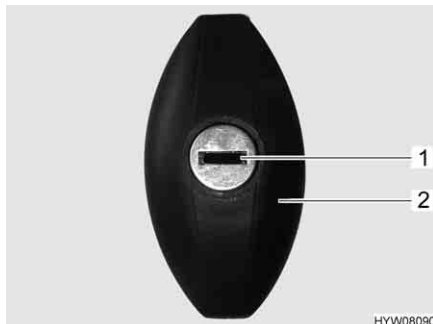

Fig. 21 Serratura dello sportello (ellittico, chiuso)
- Inserire la chiave nel cilindro della serratura (Fig. 21,1) e ruotare in senso antiorario di un mezzo giro. La maniglia della serratura (Fig. 21,2) scatta all'infuori.